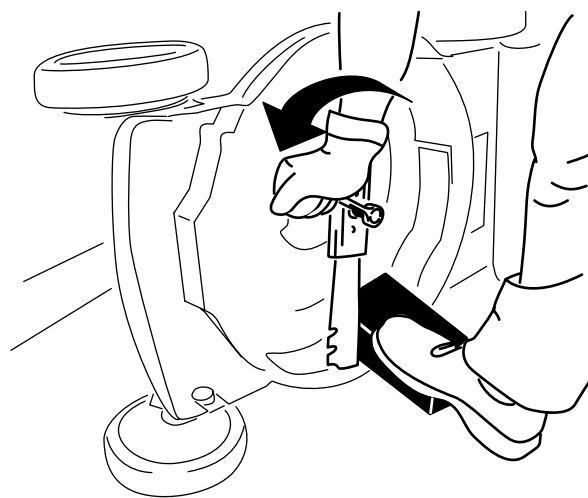

Figura 22
2. Utilice un bloque de madera para inmovilizar la cuchilla (Figura 22).
3. Retire la cuchilla, conservando todos los herrajes de montaje (Figura 22).